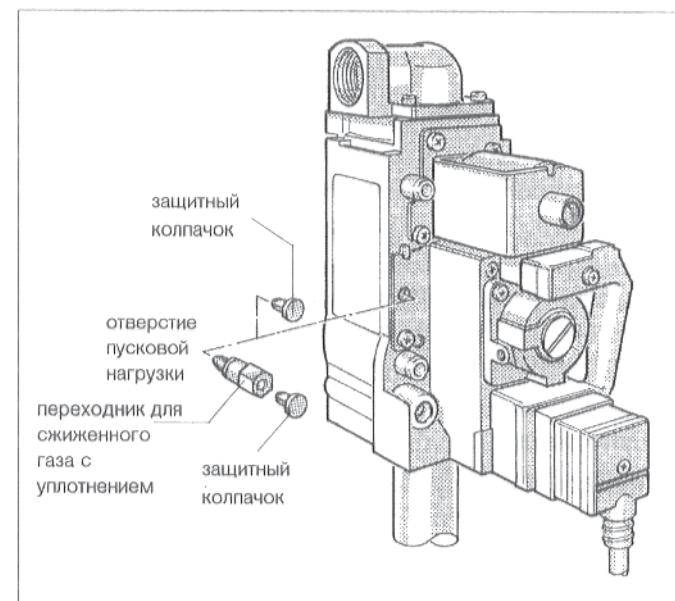

Рис. 52: газовая арматура "Honeywell" VR 4601
- При установке на сжиженный газ, необходимо снять защитный колпачок на отверстии пусковой нагрузки и ввинтить переходник для сжиженного газа (обозначение: 230) с уплотнением. Если у переходника для сжиженного газа нет защитного колпачка, то надеть на него защитный колпачок на отверстие пусковой нагрузки (рис. 52).
При перестановке на природный газ переходник необходимо вывинтить и надеть защитный колпачок на отверстие пусковой нагрузки (рис. 52).